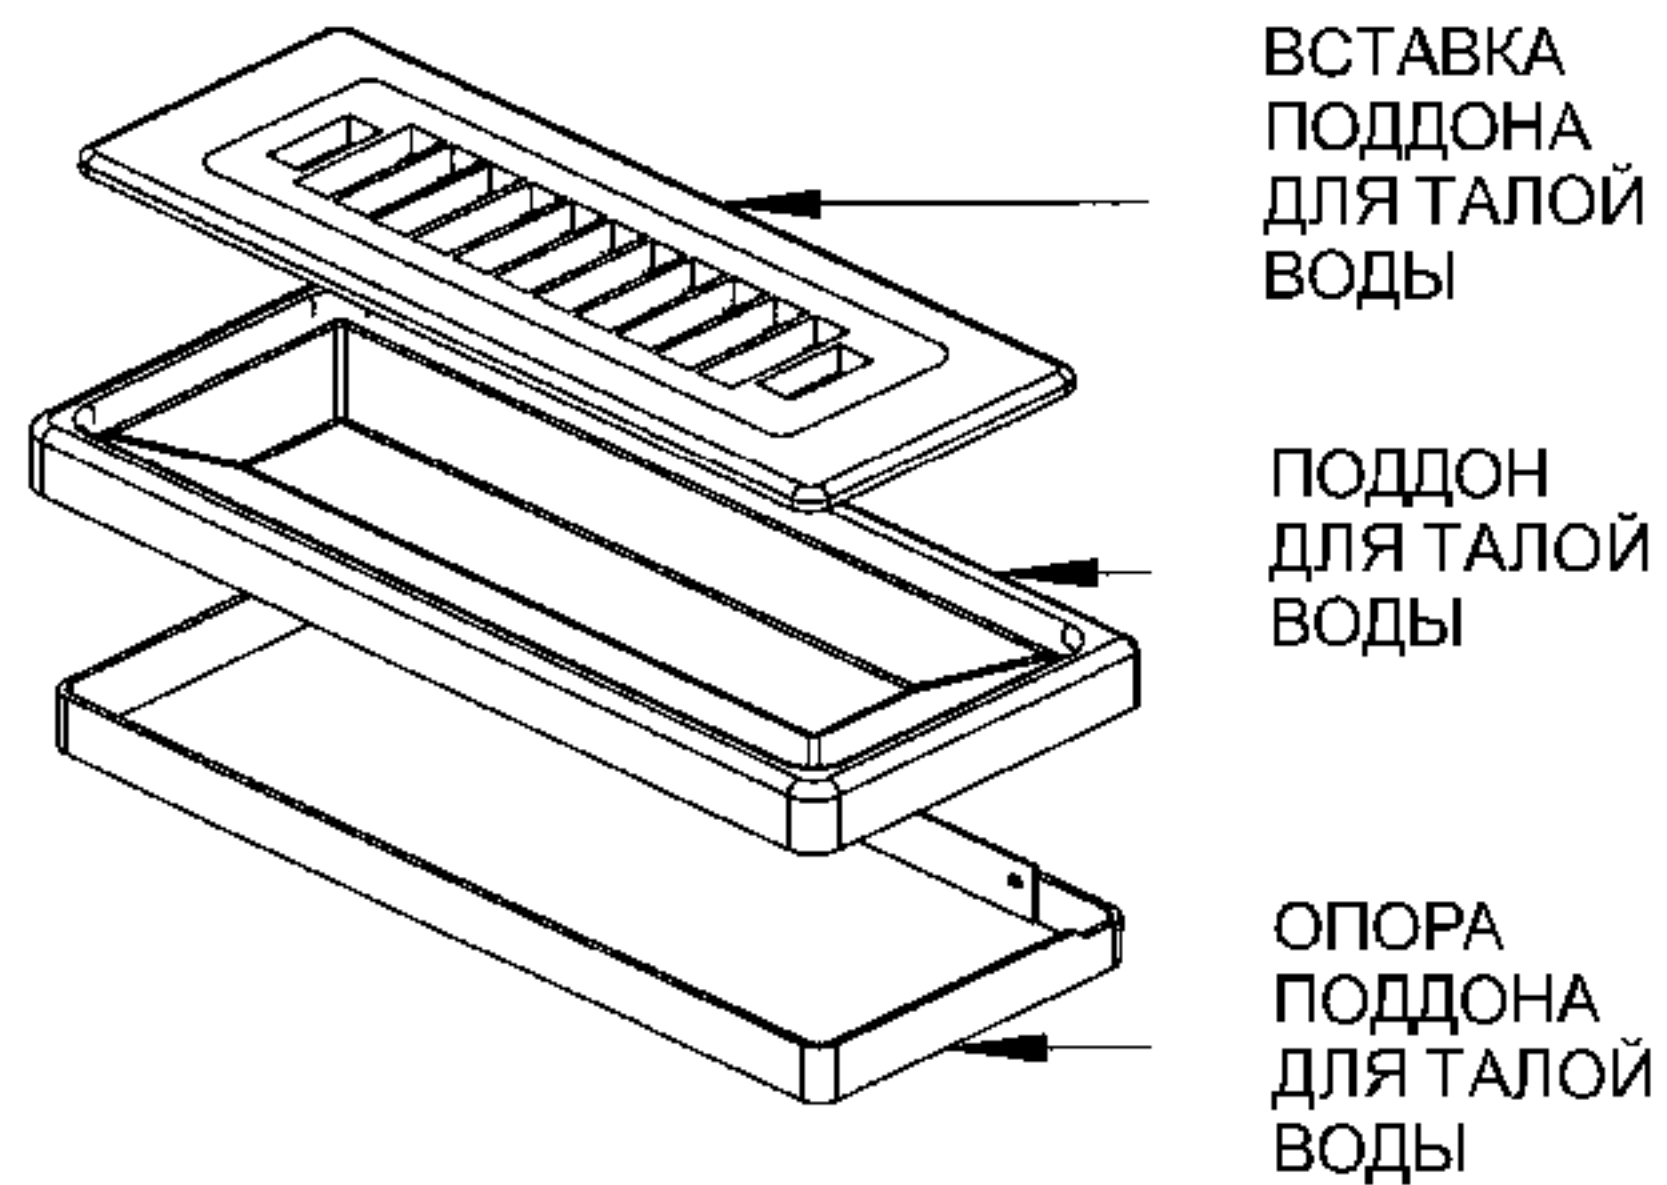

Рис. 21. Узел поддона для талой воды
4. Установите поддон для талой воды и вставку поддона для талой воды (рис. 21).